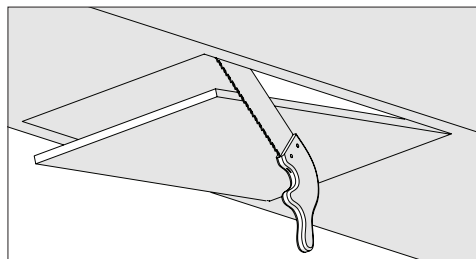

Figura 2
- Tăiați suprafața inferioară a dulapului unde va fi instalată hota la dimensiunile specificate în desenul tehnic (Figura 2).